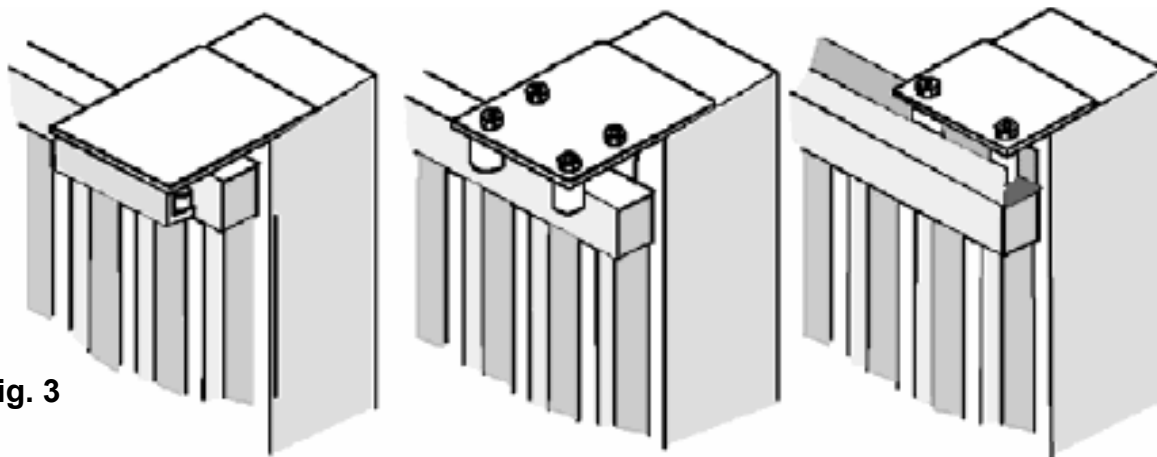

Fig. 3
- Verificar a calha superior onde o portão desliza (**ver Fig. 3**) que está bem firme e o portão corra livremente